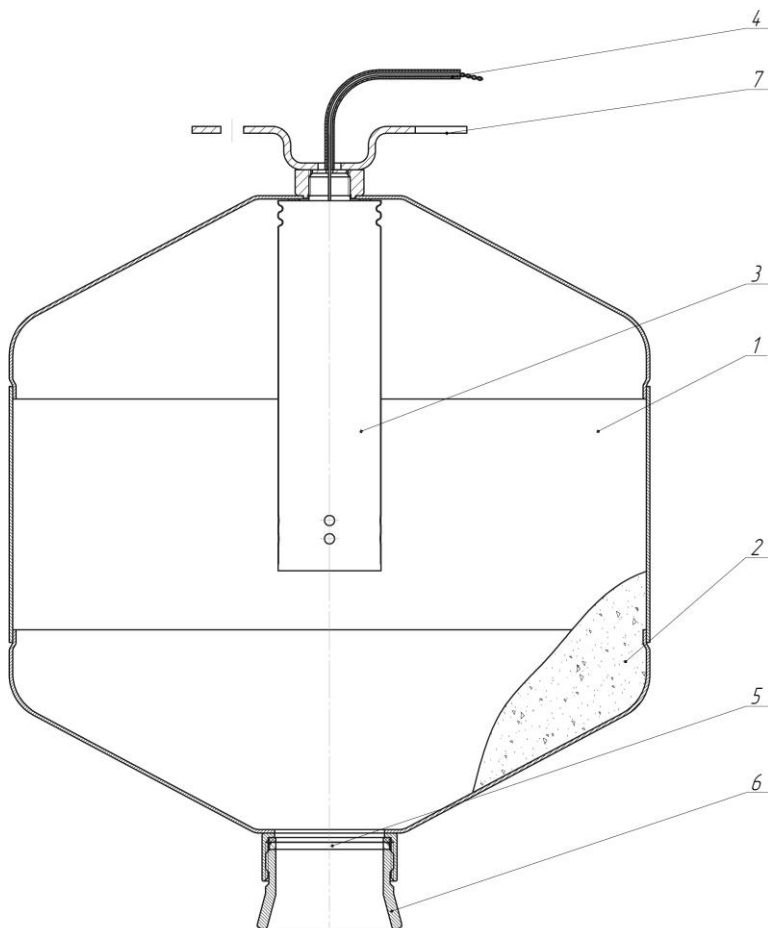

Рис. 3
3.1.1 МПП (рис. 3) состоит из корпуса 1, в котором размещаются огнетушащий порошок (ОП) 2 и газогенерирующее устройство (ГГУ) 3 с электроактиватором 4. В нижней части корпуса, выходное отверстие которого перекрыто мембраной 5, находится насадок-распылитель 6. Соединительные провода электроактиватора ГГУ 3 выведены через герметичный узел в корпусе МПП. В верхней части модуль снабжен кронштейном 7 для крепления к потолочному перекрытию.